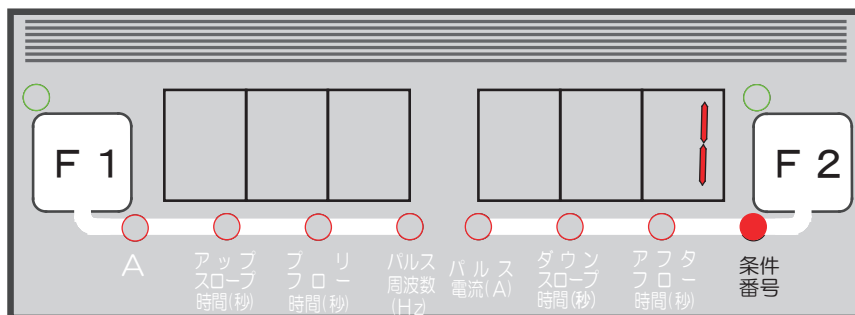

図1 条件番号表示
- (1) 記憶キー (⑦) を押します。記憶モードになり、記憶キー左上のLEDが点灯し、図1のような画面となります。右側デジタルメータに条件番号を点滅表示し、条件番号LEDが点灯します。左側デジタルメータには何も表示されません。この状態でパラメータ調整ツマミ (右) (⑨) により、条件番号の設定ができます。
- (1) 読出キー (⑥) を押します。読出モードになり、読出キー左上の L E D が点灯し、図 1 の画面となります。右側デジタルメータに条件番号を点滅表示し、条件番号 L E D が点灯します。左側デジタルメータには何も表示されません。この状態でパラメータ調整ツマミ (右) (⑨) により、条件番号の設定ができます。